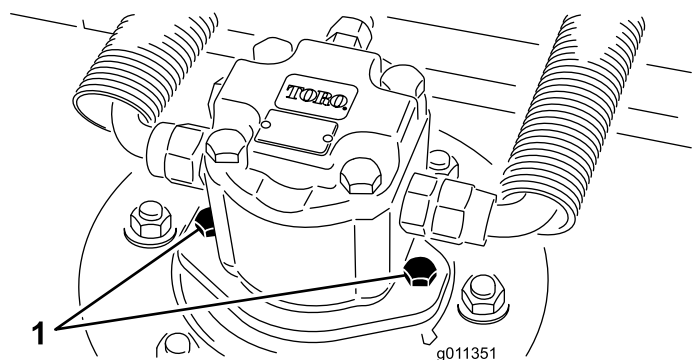

Figura 71
2. Desligue e retire o motor hidráulico da plataforma (Figura 71). Cubra a parte superior do eixo para não o sujar.
3. Instale o motor hidráulico na plataforma (Figura 71). Verifique se o anel de retenção está posicionado corretamente e não está danificado.